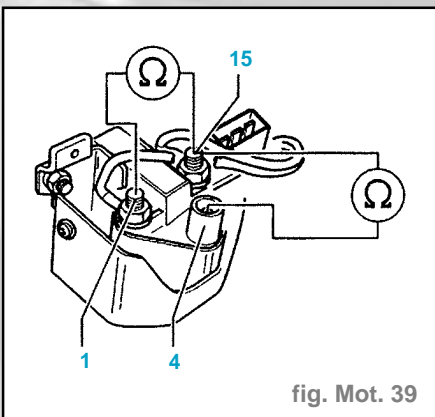

fig. Mot. 39
- Bobine d'allumage (fig. Mot. 39)